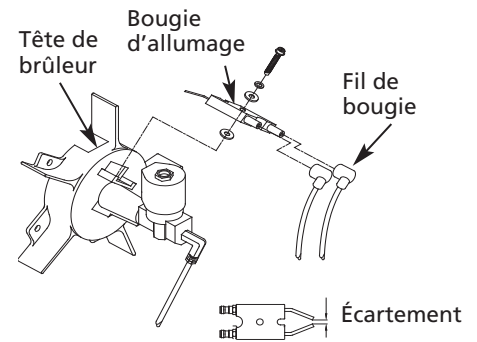

Figure 13 – Bougie d'allumage
- Débrancher le fil de bougie de la bougie (voir la Figure 13).